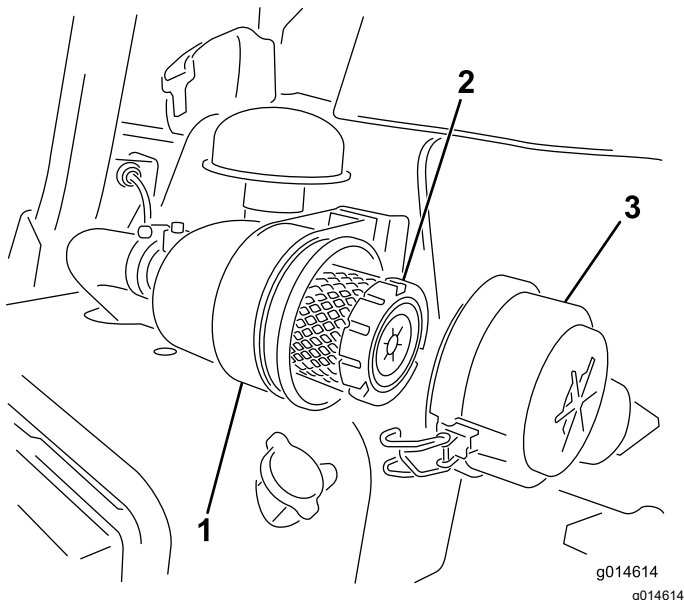

Figura 32
1. Eliberați elementele care fixează capacul filtrului de aer pe corpul acestuia (Figura 32).
7. Fixați elementele de fixare (Figura 32).